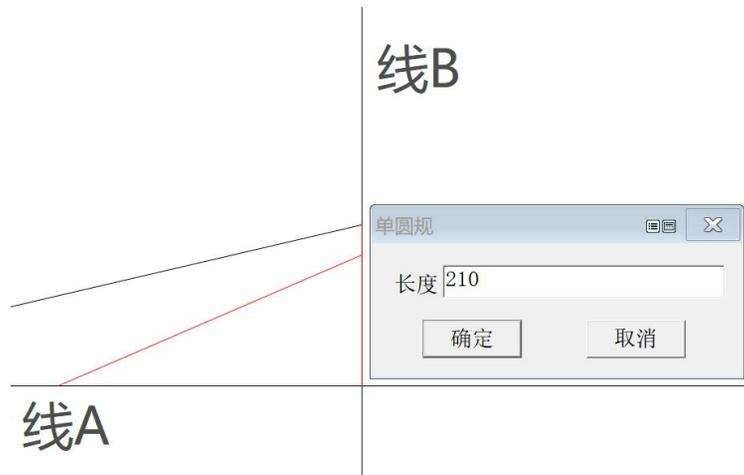

图 19.1. 单圆规
- (1) 单圆规: 单击该工具, 在工作区域依次单击选取所需线段上任意点 (如图 19.1, 先单击线 A 上任意点再单击线 B 上任意点), 弹出【单圆规】对话框, 输入所需长度, 单击确定即可;